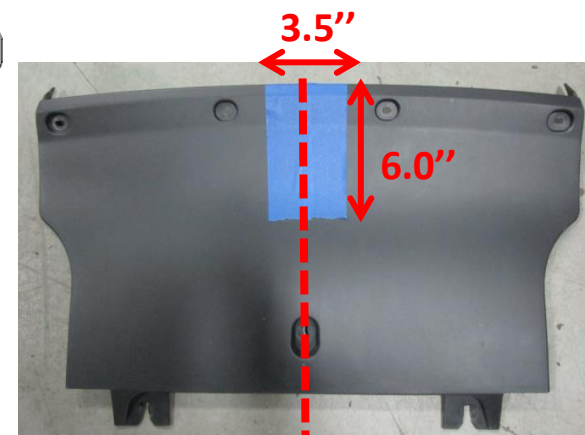

Figure 4
- Découpage du panneau décoratif inférieur** – Repérer le centre du panneau inférieur et découper une zone de 6,0 x 3,5 po (haut x larg), voir la **Figure 4**.
6. Découpage du panneau décoratif inférieur – Repérer le centre du panneau inférieur et découper une zone de 6,0 x 3,5 po (haut x larg), voir la **Figure 4**.